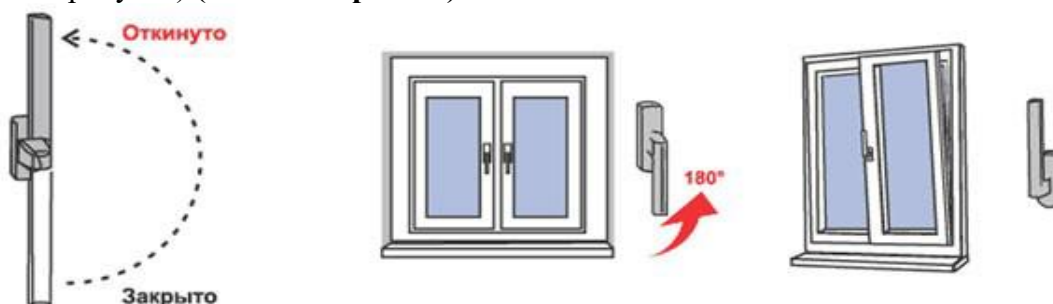

Рис. 2.
2. Для перевода створки из закрытого положение в откидное, поворот створки относительно нижней горизонтальной оси, (положение «Откинута» на Рис.2) ручку поворачивают вертикально на 180 градусов вверх, затем, потянув за ручку, поворачивают створку относительно нижней горизонтальной оси на заданный изготовителем угол (не более 10 градусов) (**откидной режим**).
3. Для запираения створки из открытого или откидного положения ее сначала закрывают и, придерживая створку рукой, поворачивают ручку вертикально вниз (положение «Закрыто» на Рис. 2).